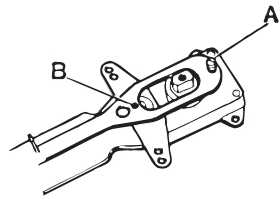

Fig. 4
- Versetzen Sie die Schraube und die Rolle (Fig. 4) von A nach B.